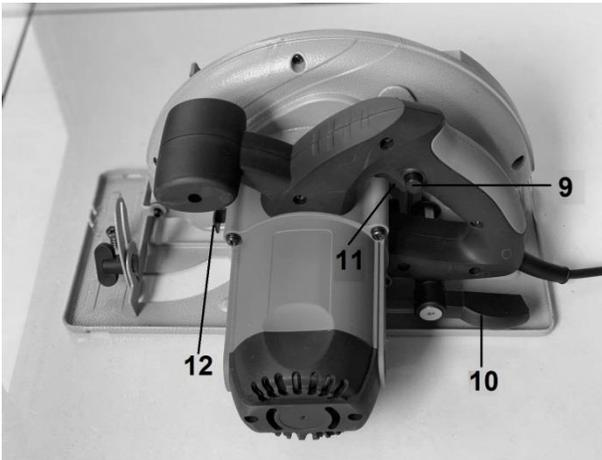

Рис.1
Для включения электроинструмента задействуйте сначала кнопку удержания выключателя (9, рис.1), находящуюся слева от выключателя, затем нажмите выключатель (11, рис.1), при этом удерживая кнопку (9). Для выключения пилы отпустите выключатель (11) и кнопку (9).
- Заблокируйте шпиндель кнопкой блокировки (12, рис.1), находящейся на корпусе инструмента.
- Специальным ключом, входящим в комплектацию, выверните зажимной болт (7, рис.1), удерживающий диск.
- Поднимите рычаг фиксации глубины пропила (10, рис.1) и оттяните пилу от подошвы (8, рис.1).
- Опустите регулировочный зажимной рычаг (10, рис.1). Если рычаг упирается в корпус или поверхность материала поменяйте его положение – оттяните рычаг вдоль по оси от корпуса пилы и поверните в нужное положение.
Регулировка угла пиления подошвы (8, рис.1) позволяет совершать косоугольные пропилы. Во время работы подошва должна плотно прилегать к рабочей поверхности, тем самым, уменьшая вибрацию и перекося пильного диска. Циркулярная пила оснащена бесступенчатой регулировкой угла скоса кромки в пределах от 0° до 45°. Чтобы установить требуемый угол пропила:
- Ослабьте винт установки наклона подошвы (4, рис.1).
- Затяните винт установки наклона подошвы (4, рис.1).